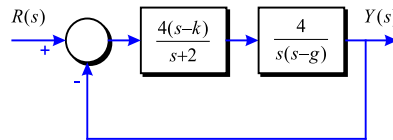

Figura 3-2
**Problema 46** Considerant el sistema de la Figura 3-2, calculeu la funció de transferència  $M(s) = \frac{Y(s)}{R(s)}$  en laç tancat i discutiu les implicacions respecte l'estabilitat si: